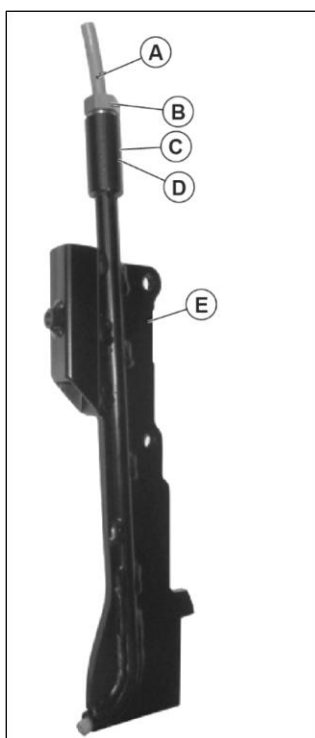

Рис. 4
7. Кільцеве ущільнення (D).
8. Прокладка (C).
9. Стопорна гайка (B).
Послабивши трохи гайку, вставте трубку (A), доки вона не вийде з нижньої частини приблизно на 5 мм. Тепер гайку необхідно затягнути гайковим ключем на 17 мм і таким чином зафіксувати трубку. На рис. 4 можна побачити правильно зібрану напрямну кабелю. Після цих дій можна приступити до закріплення напрямної кабелю на корпусі пристрою.